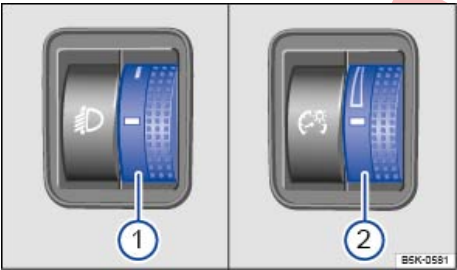

Fig. 120 Junto al volante: regulador del alcance de las luces ① y regulador de la iluminación de los instrumentos y los mandos ②.
La regulación del alcance de las luces ⇒ **fig. 120** ① adapta el haz de luz de los faros al estado de carga del vehículo, sin escalonamientos, en función del nivel ajustado. De este modo el conductor obtiene unas condiciones de visibilidad óptimas sin deslumbrar a los vehículos que circulan en sentido contrario ⇒ **⚠**.